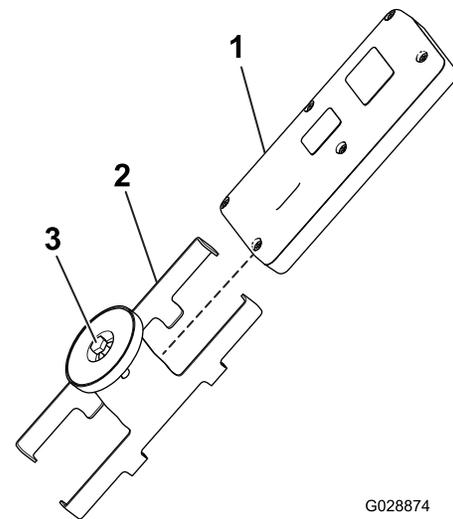

Figura 41
1. Afloje el perno del imán situado en el soporte magnético remoto (Figura 41).
2. Separe los lados del soporte y retire el control remoto (Figura 41).
8. Instale el control remoto de mano en el soporte magnético, una las dos mitades para ajustarlo y apriete el perno del imán (Figura 41).